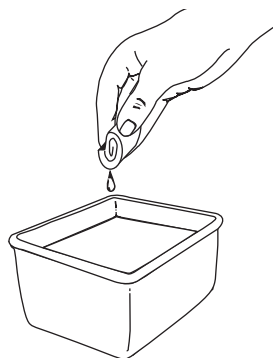

Figure 31
3. Lave el filtro con agua y detergente (Fig. 31). Enjuague bien el filtro y déjelo secar.